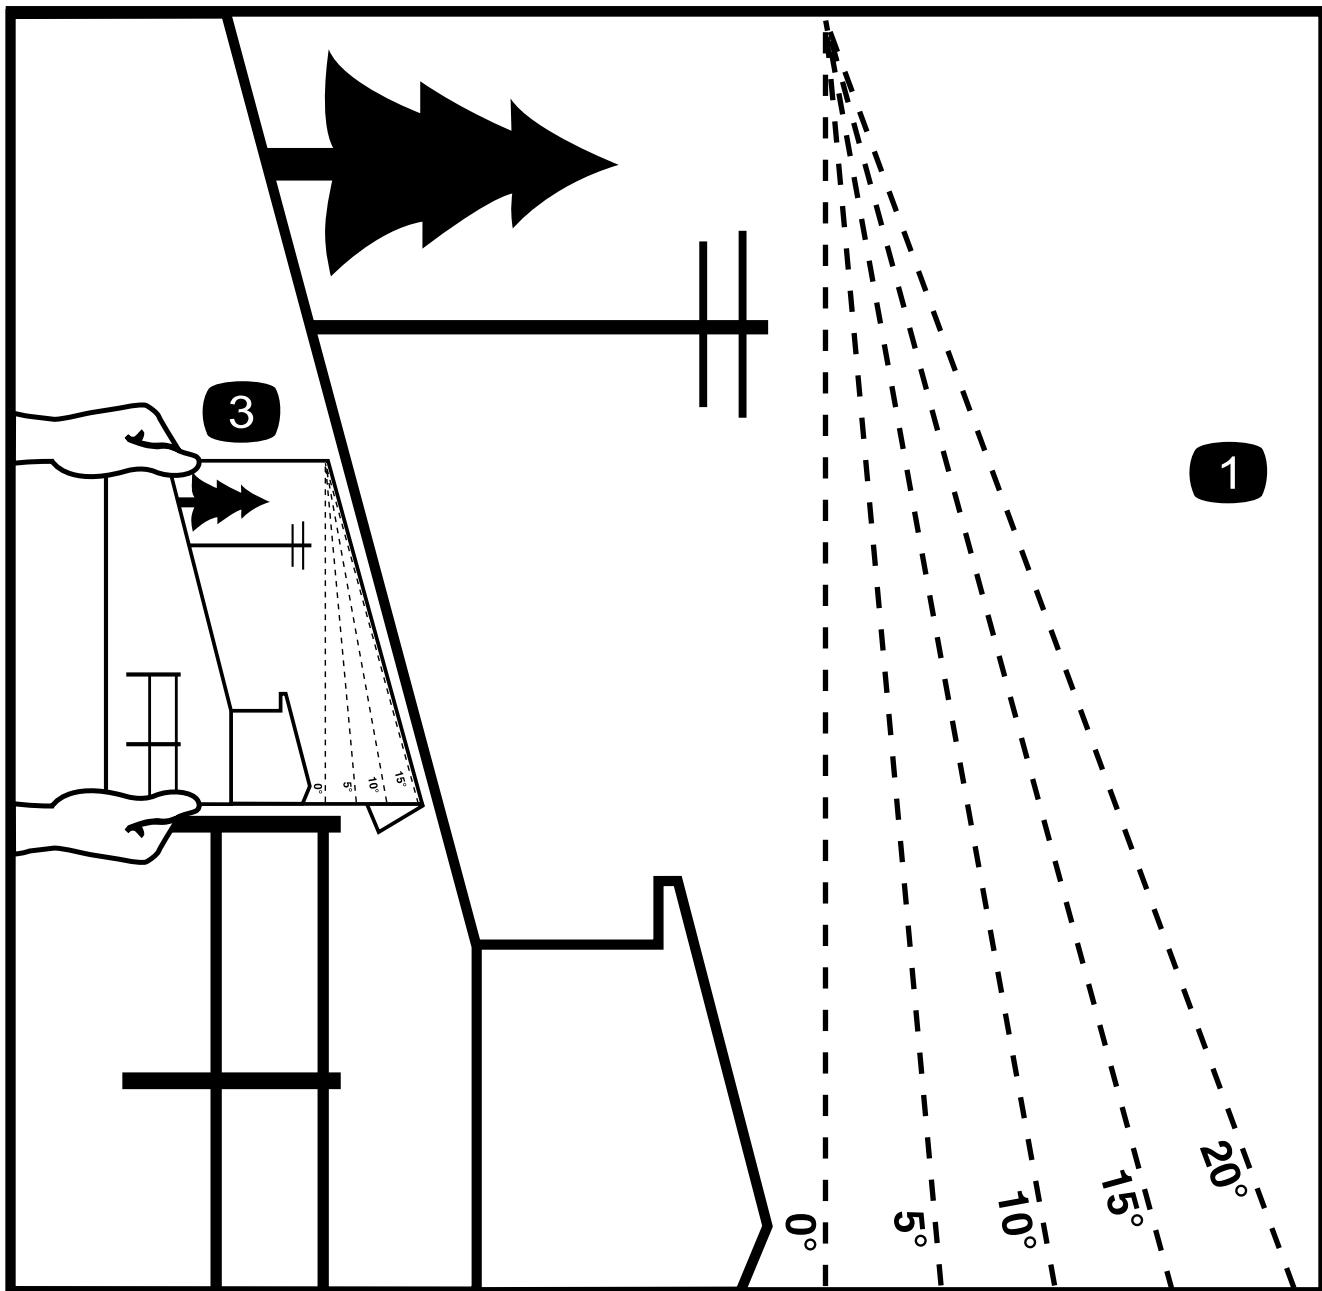

Figura 3
- Use la Figura 3 para determinar el ángulo adecuado de la pendiente de la zona que desea airear.